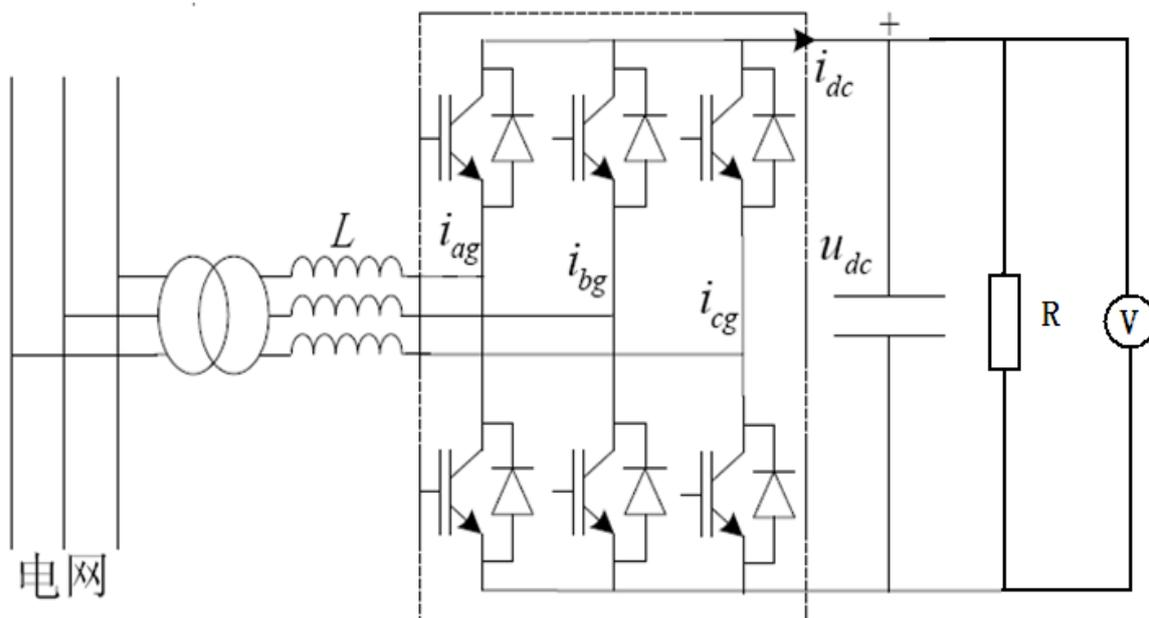
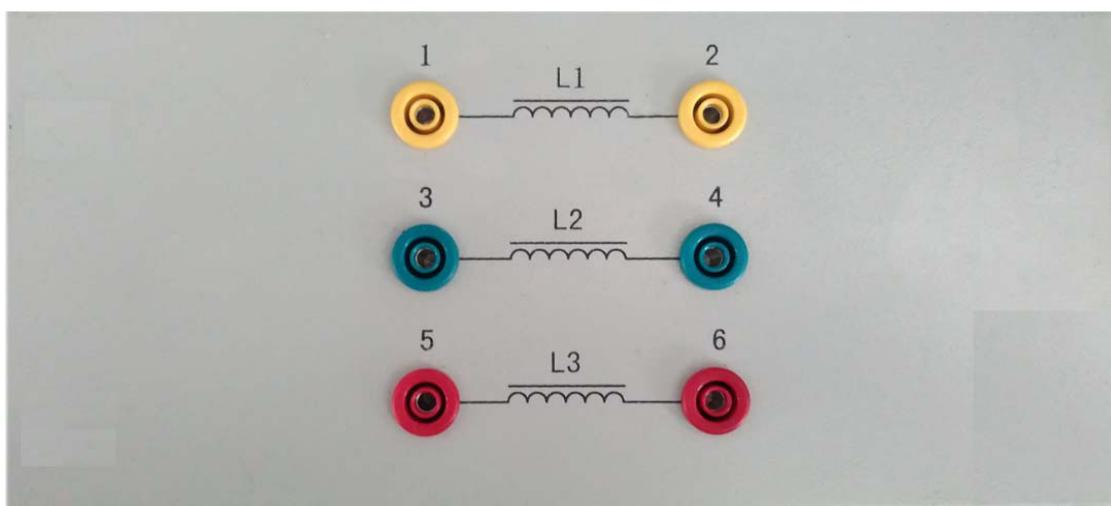

图1 三相PWM整流电路
图2 三相滤波器
① 参考图1，组成三相PWM整流电路。首先将实验台左侧的【三相调压器】输出电压调至最小（旋钮逆时针旋转到底），然后连接【三相调压器】输出【U】，【V】，【W】到实验台左侧后面的【三相滤波器】输入的【1】，【3】，【5】，其中【三相滤波器】如图2所示。